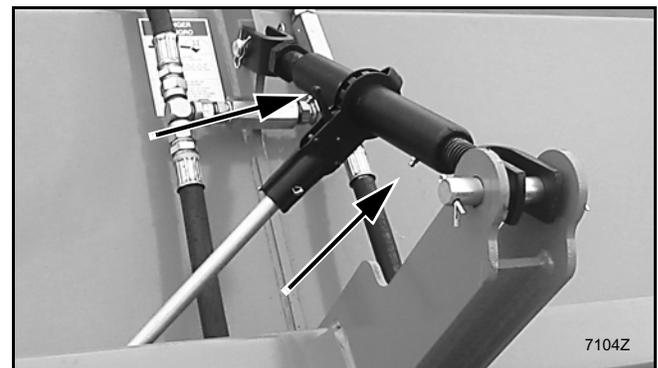

Figura 29. Pontos de lubrificação da catraca
3. Lubrifique as catracas conforme necessário (2 locais em cada catraca). Consulte Figura 29.